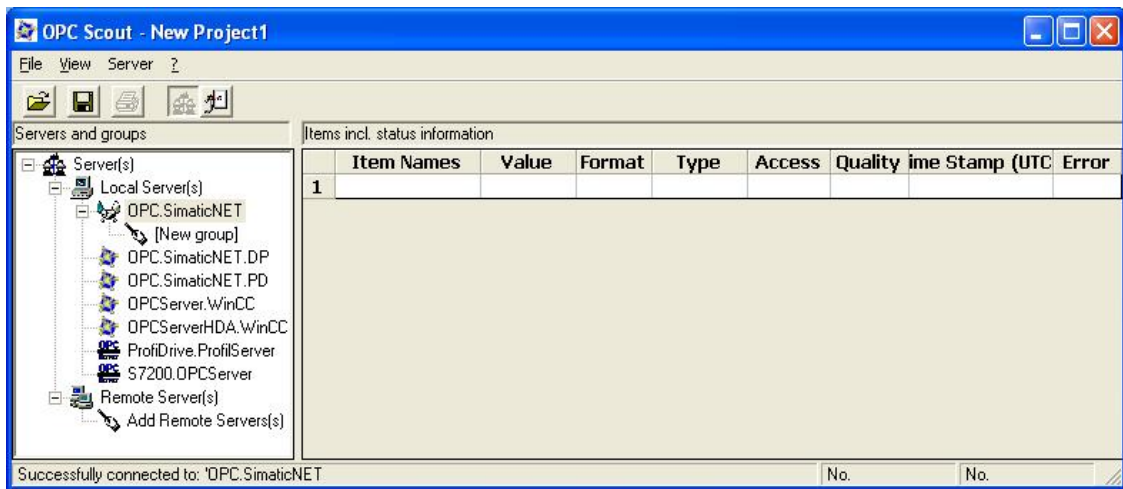
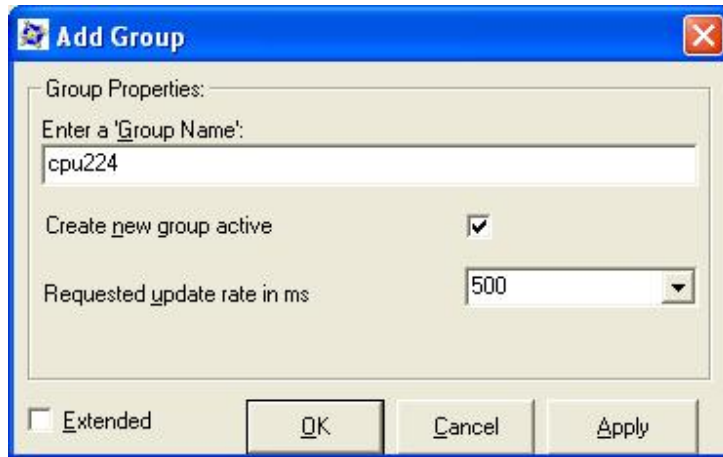

图 20
图 21
1. 打开 Start > Simatic > Simatic Net > OPC Scout, 点击“ OPC.Simatic.NET” , 添加一个组, 为此组取名为 cpu224, 如图 20、图 21